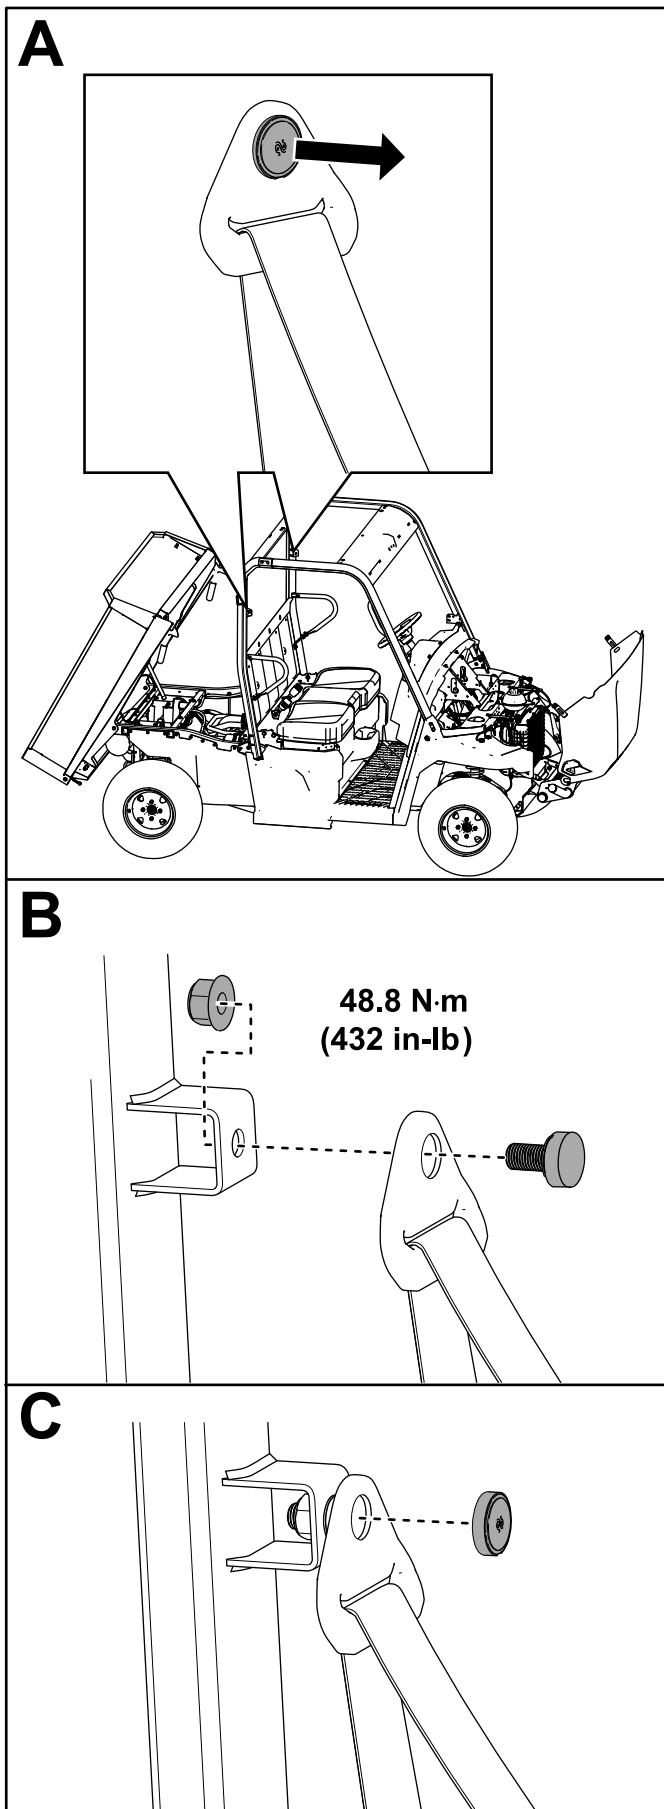

Figura 22
- A. Rimuovete il tappo dalla parte superiore della cintura di sicurezza (Figura 22).
- B. Inserite la cintura di sicurezza nella staffa della cintura di sicurezza della barra rotazione e fissate la cintura di sicurezza utilizzando un dado di bloccaggio (7/16") come illustrato nella Figura 22.
Serrate il dado di bloccaggio (7/16") a 48,8 N·m come illustrato nella Figura 22.
- C. Montate il tappo (Figura 22).